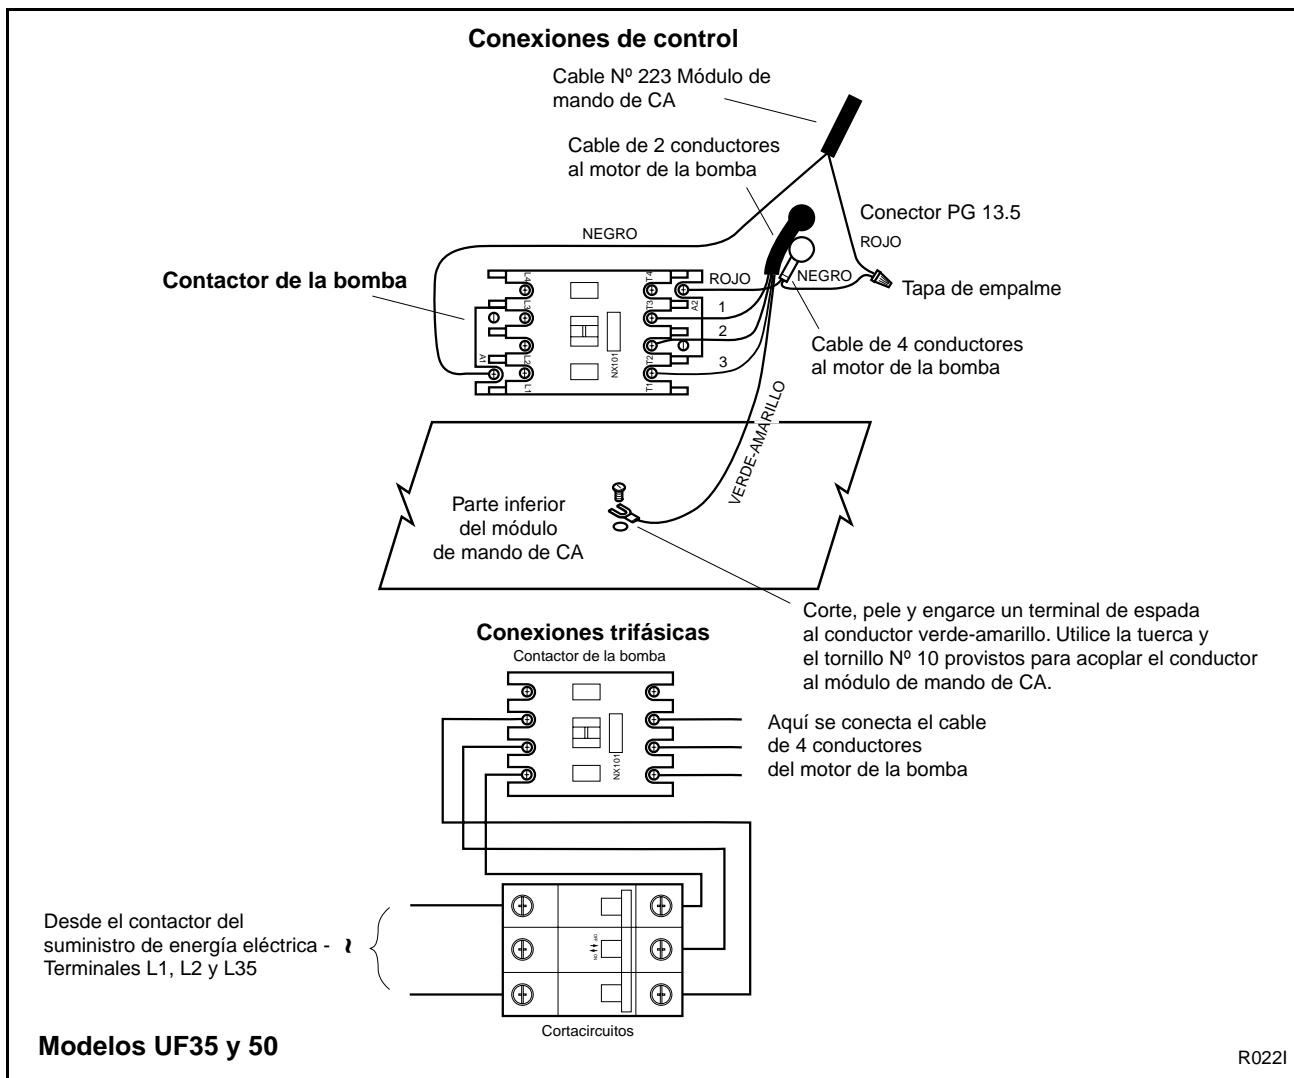
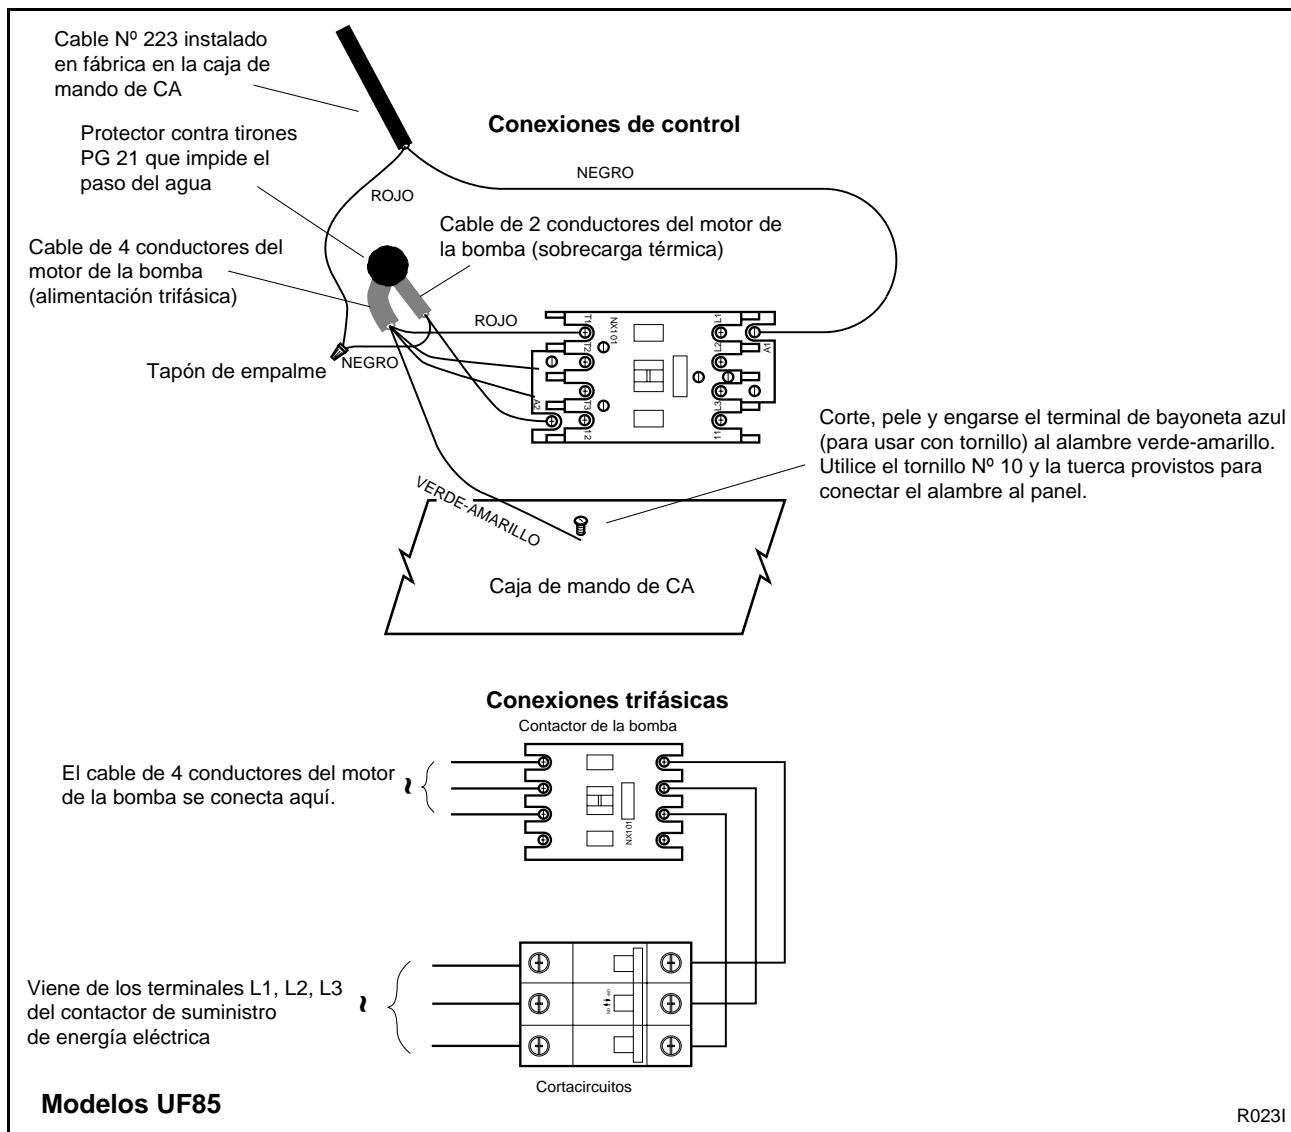

Figura 23
Figura 24
b. En los modelos de 35 y 50 libras, instale dos protectores contra tirones PG 13.5 que impiden el paso del agua, incluidos en el juego de piezas, en lugar de los dos enchufes superiores. Vea la Figura 23. En los modelos de 85 libras, instale el protector contra tirones PG 21, en lugar del segundo enchufe superior. Vea la Figura 24.
- d. *En los modelos de 35 y 50 libras,* encamine los cables de 2 y de 4 conductores a través de los dos protectores contra tirones PG 13.5 instalados en el paso b. Vea la Figura 23. *En los modelos de 85 libras,* encamine los cables de 2 y de 4 conductores a través del protector contra tirones PG 21 como se ilustra en la Figura 24.
- e. Conecte el alambre rojo del cable de 2 conductores proveniente del conjunto de recipiente, filtro y bomba, al terminal A2 del contactor de la bomba. Vea la Figura 23.